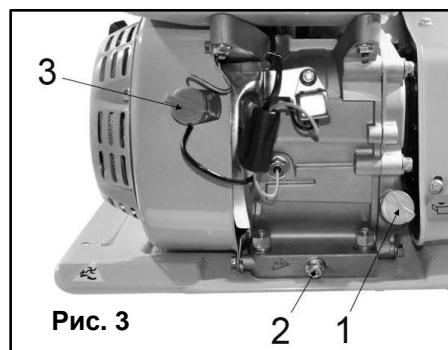

Рис. 3 2 1
- Открутить крышку маслоналивной горловины (1)(См. Рис.3)
- Вставить и закрутить на место крышку маслоналивной горловины. (1)(См. Рис. 3)
- Переведите рукоятку выключателя зажигания (3) (См. Рис. 3) в положение «ВКЛ» (ON).